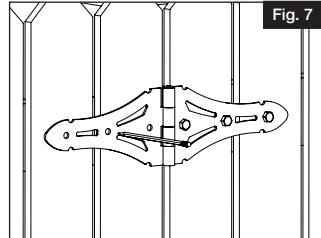

Fig. 7
- c. Marque la ubicación de los tornillos en el poste (Fig. 7).